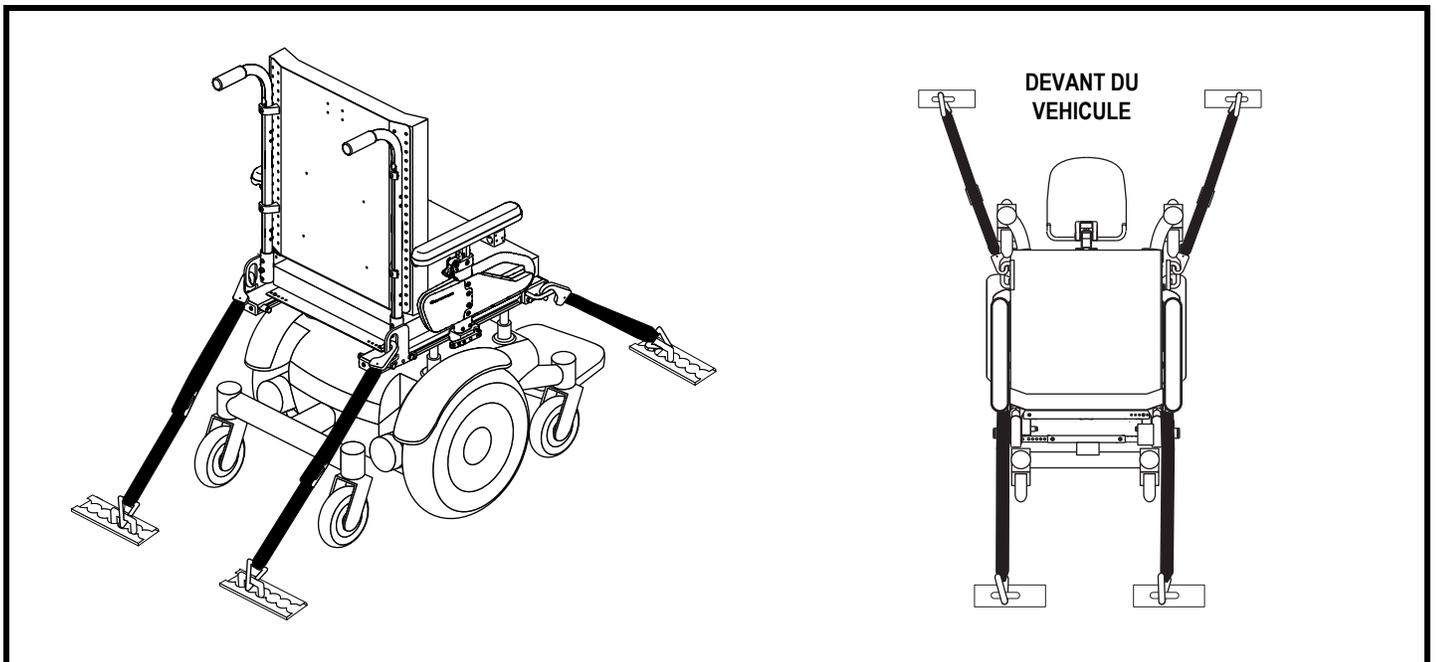

Figure 10. Accroches-taxi pour fauteuil roulant non occupé
- Positionnez les points d'ancrage arrière des courroies directement derrière le fauteuil motorisé. Les points d'ancrage avant sont disposés plus loin de chaque côté du fauteuil motorisé afin d'augmenter la stabilité latérale. Voir la figure 10.
1. Tirez sur la courroie située au bas du dossier. Voir la figure 10.